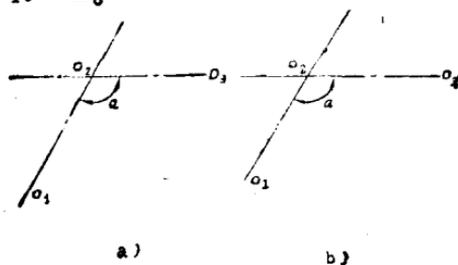

图 17
7. 用切线法求作圆柱和圆柱相交、圆柱和圆锥相交的相贯线（见图17）。已知： $\alpha = 120^\circ$ ， $d_1 = 20\text{ mm}$ ， $d_2 = 30\text{ mm}$ ， $o_1o_2 = o_2o_3 = 40\text{ mm}$ 。